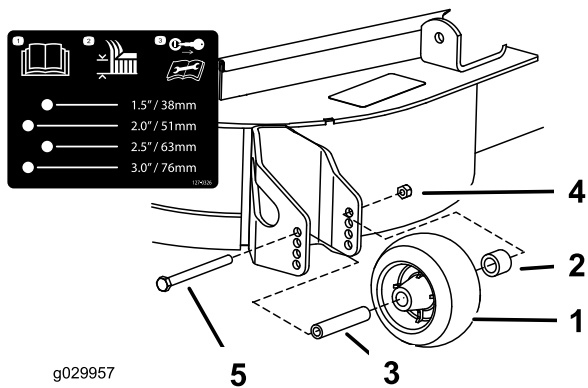

Figure 29
3. Réglez les galets anti-scalp comme montré à la **Figure 27**, la **Figure 28** et la **Figure 29**.